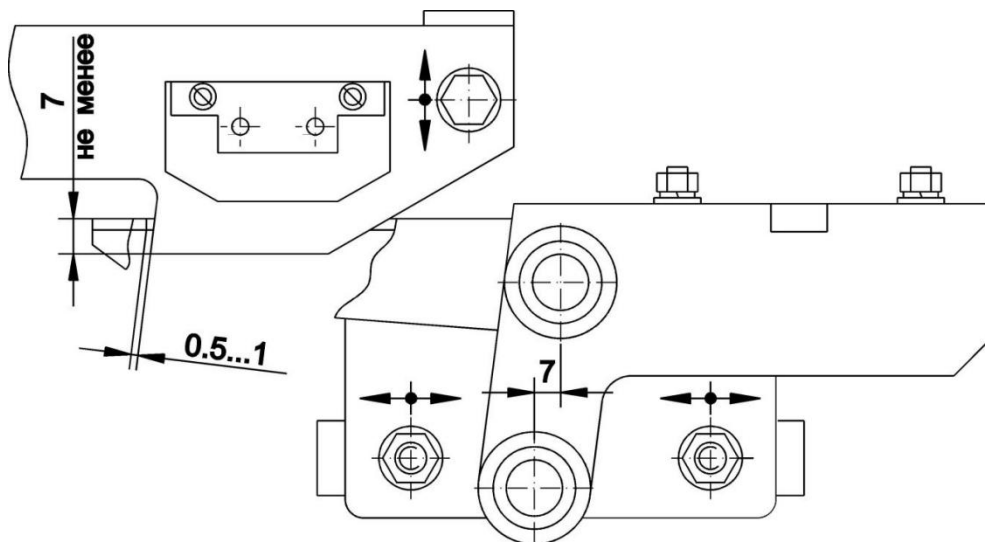

Рисунок 3.6 – Регулировка замка
- зазор регулируется перемещением пластины блока контроля. Для этого необходимо ослабить болты крепежа и движением вверх/вниз выставить зазор между защёлкой и нижним торцом зуба пластины размер на менее 7 мм (рекомендуемый размер от 7 до 9 мм). Зажать болты (рисунок 3.6);
болты крепежа замка на каретке и перемещать замок влево/вправо. Положение зафиксировать загибом фиксирующей пластины (рисунок 3.6);